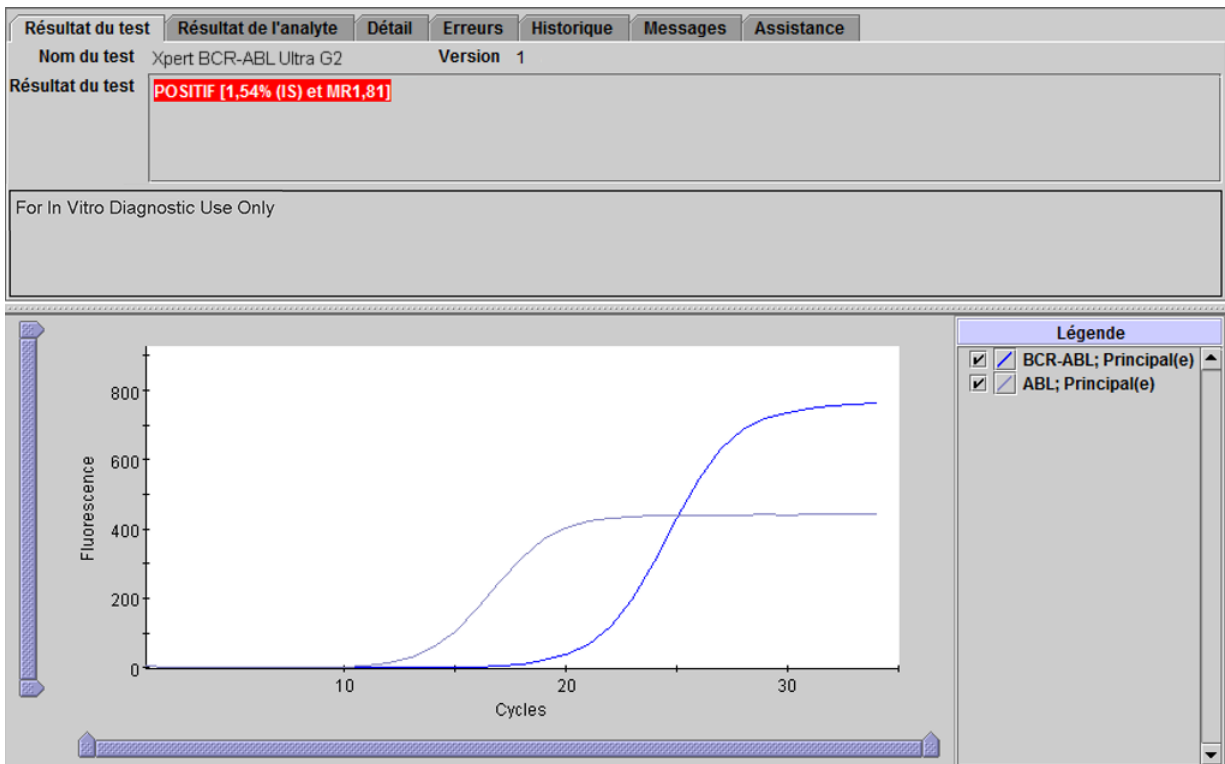
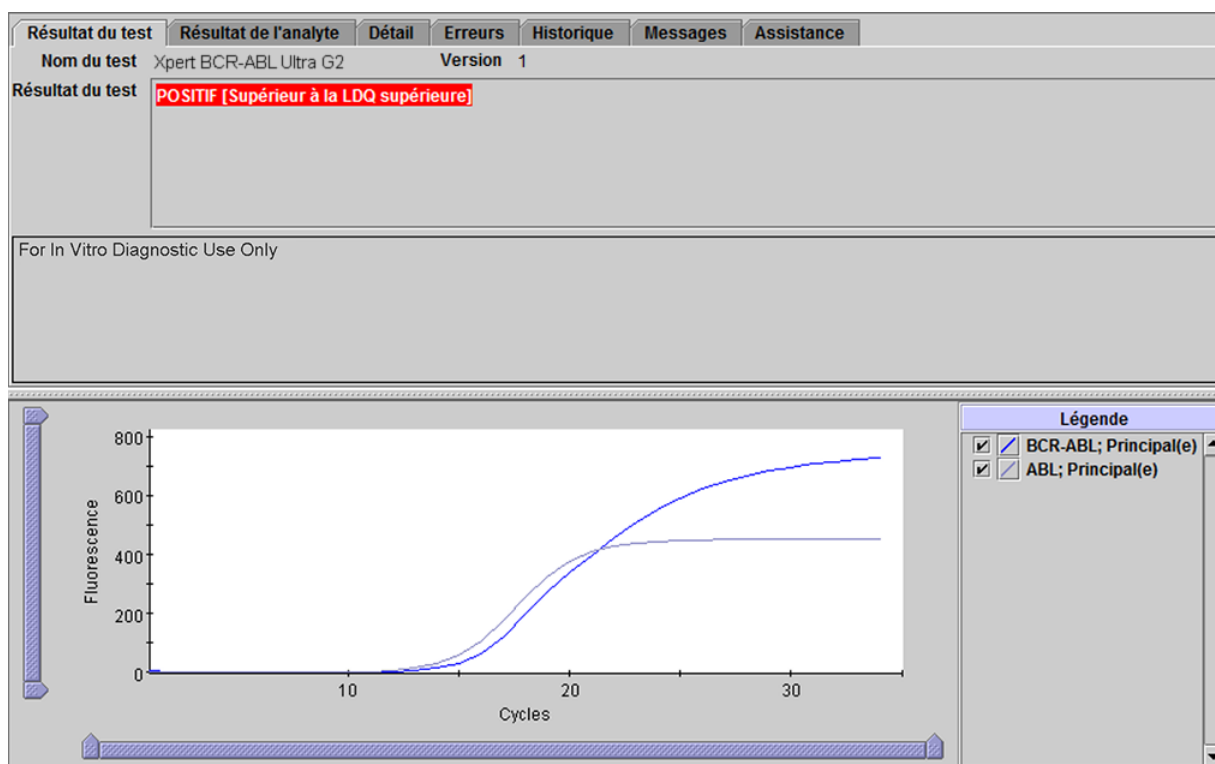

Figure 2. Fenêtre Afficher les résultats (View Results) du système GeneXpert
Figure 3. Fenêtre Afficher les résultats (View Results) du système GeneXpert
POSITIF (POSITIVE) Voir Figure 2, Figure 3, Figure 4	<p>Le transcrit BCR-ABL a été détecté.</p> <ul style="list-style-type: none"> BCR-ABL POSITIF (BCR-ABL POSITIVE) – Le transcrit BCR-ABL a été détecté et a un cycle seuil (Ct) dans la plage de validation et un point final supérieur au seuil défini. Résultats positifs possibles : <ul style="list-style-type: none"> POSITIF [# ,## % (IS) et MR# ,##] (POSITIVE [# ,##% (IS) and MR # ,# .##];) Figure 2. POSITIF [Supérieur à la LDQ supérieure] (POSITIVE [Above upper LoQ]); Figure 3. POSITIF [Inférieur à la LDD ; >MR4,52/<0,003 % (IS)] (POSITIVE [Below LoD; >MR4.52/<0.003% (IS)]); Figure 4. ABL RÉUSSITE (PASS) ; le transcrit ABL a été détecté et a un cycle seuil (Ct) dans la plage de validation et un point final supérieur au seuil défini. Quand la valeur Ct ABL est inférieure à 18, un nombre minimum de 32 000 copies d'ABL était présent dans la réaction^{17,18}. Vérification des sondes RÉUSSITE (PASS) ; tous les résultats de vérification des sondes ont réussi.
Résultat : **POSITIF [1,54 % (IS) et MR1.81] (POSITIVE [1.54% (IS) and MR1.81])**. Voir Figure 2.
Résultat : **POSITIF [Supérieur à la LDQ supérieure] (POSITIVE [Above upper LoQ])**. Voir Figure 3.